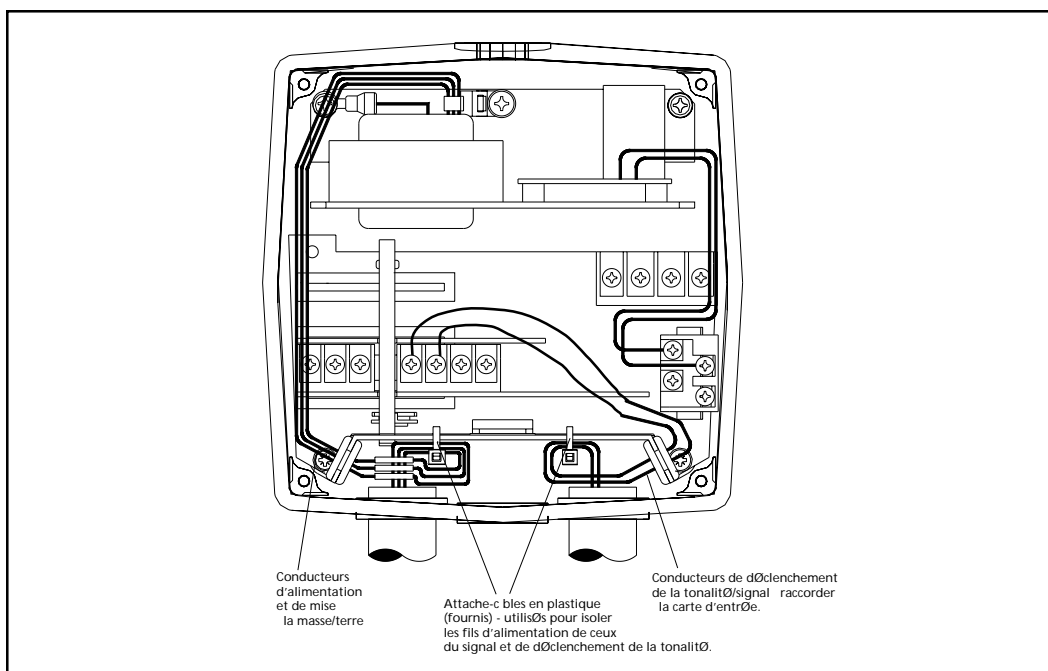

Figure 5. Câblage de l'Adaptatone
- Poser les fils dans une canalisation électrique et les faire passer par l'une des débouchures dans le fond de l'appareil. La canalisation et son raccordement au trou de 1/2 po (12,7 mm) doivent être approuvés pour le degré de protection et d'enceinte requis par l'application. Utiliser le serre-câble en plastique fournie, sur la barrière des circuits électroniques, pour isoler les conducteurs d'entrée de l'alimentation de ceux de signalisation et de déclenchement de la tonalité, conformément au National Electrical Code (voir Fig. 5)
- Faire les branchements comme suit (voir Figure 5) :